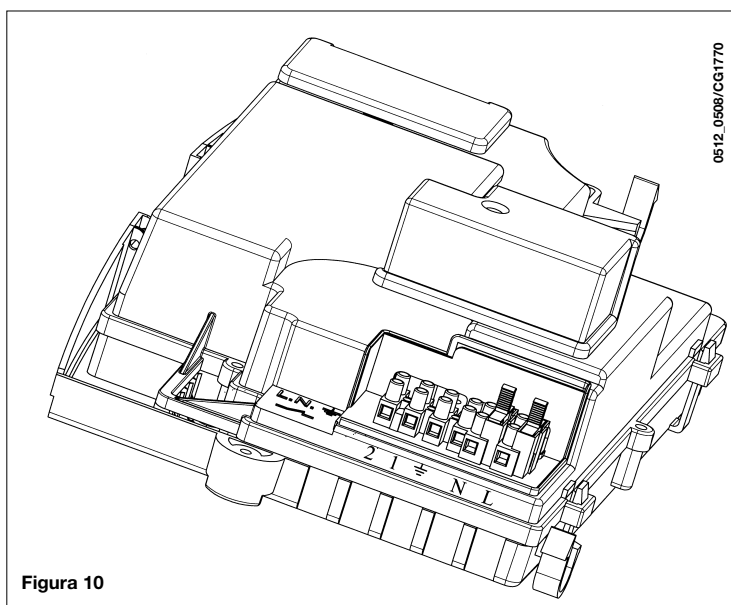

Figura 10
- Desatornille la tapa y acceda al cableado (Figura 10).
- acceder a la regleta de alimentación (figura 10);
- conectar los terminales del termostato ambiente a los bornes (1) y (2);